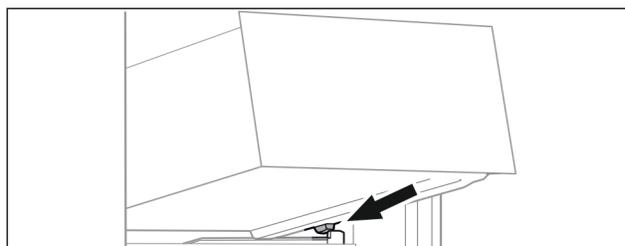

Fig. 97
- ▶ Placer le tiroir, en l'inclinant, derrière les butées sur la nervure de récipient. (voir Fig. 97)